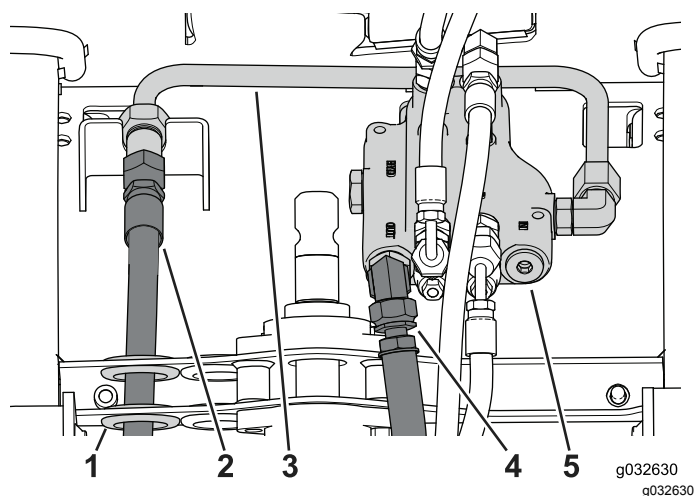

Рисунок 106
- Установите подходящий сливной поддон под регулирующий клапан (Рисунок 106).
- Отсоедините шланг подачи от соединителя трубки и вытяните его наружу из сквозного отверстия (Рисунок 106).
- Отсоедините возвратный шланг от регулирующего клапана (Рисунок 106).